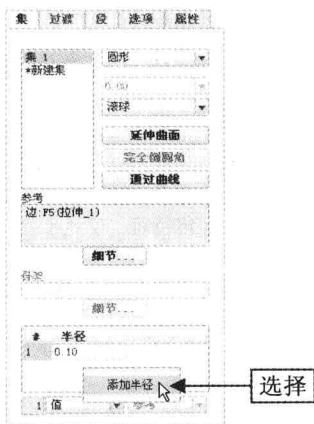

图 6-69 选择“添加半径”命令
Step 03 单击“集”按钮,弹出“集”下滑面板,在“半径”选项区中单击鼠标右键,在弹出的快捷菜单中选择“添加半径”命令,如图 6-69 所示。